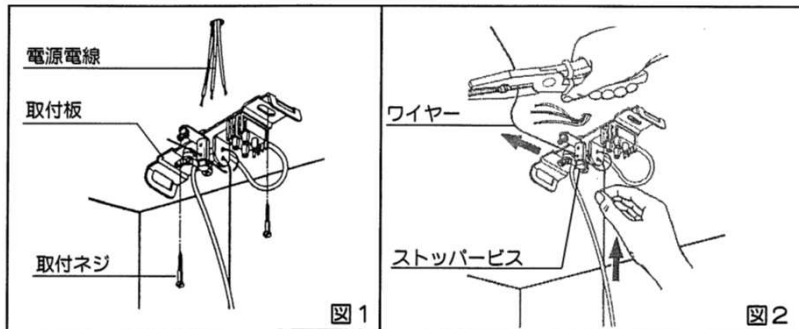

図1
1. 取付板を付属の取付ネジで補強材のある位置に取り付けてください。(図1)